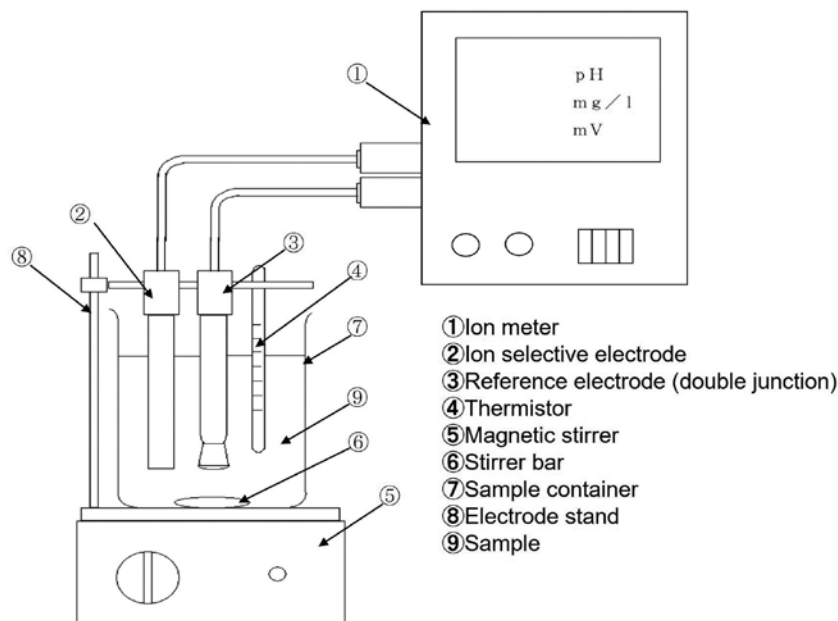

Figure 2 Ion measurement diagram with an ion selective electrode
代表的な測定装置の構成例をFigure 2に示す。電気化学センサを用いたイオン測定には、電位差計①にイオン電極またはpH電極②と比較電極③を接続し、サンプル溶液⑨中に浸し、マグネチックスターラ⑤と回転子⑥を用いてサンプルを攪拌しながら測定する方法が一般的である。また電気化学センサを用いたイオン測定では温度影響が生じないように、恒温槽などを用いてサンプル温度を安定して測定する必要があるため、温度計④を用いて温度の管理を実施している。